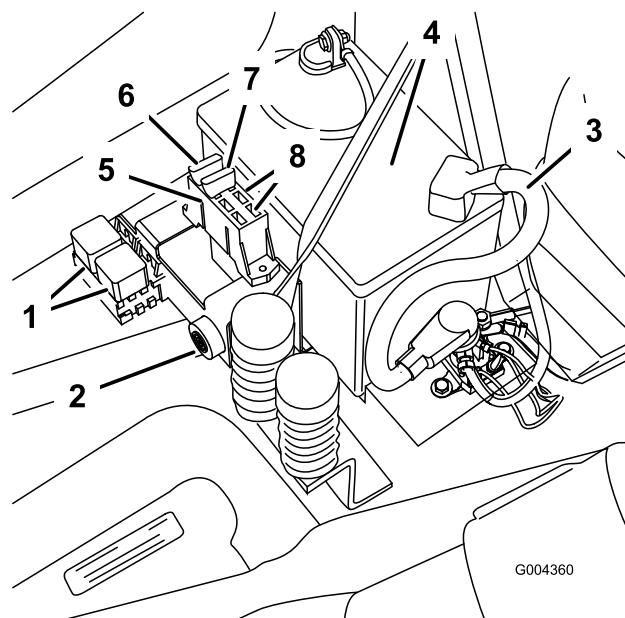

Figure 44
1. Soulevez le siège pour accéder au porte-fusibles (Figure 44).
2. Pour remplacer un fusible, tirez dessus pour l'enlever (Figure 44).